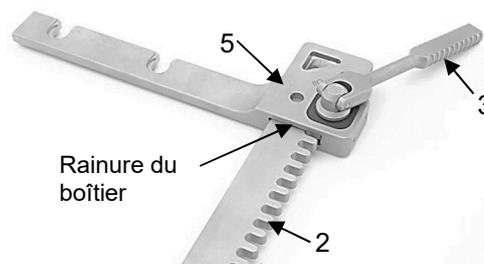

Fig. 8
Faire passer la crémaillère (2) dans la rainure du boîtier (5) jusqu'à ce que la roue dentée du levier d'entraînement (3) s'enclenche dans la crémaillère (2) (Fig. 8).